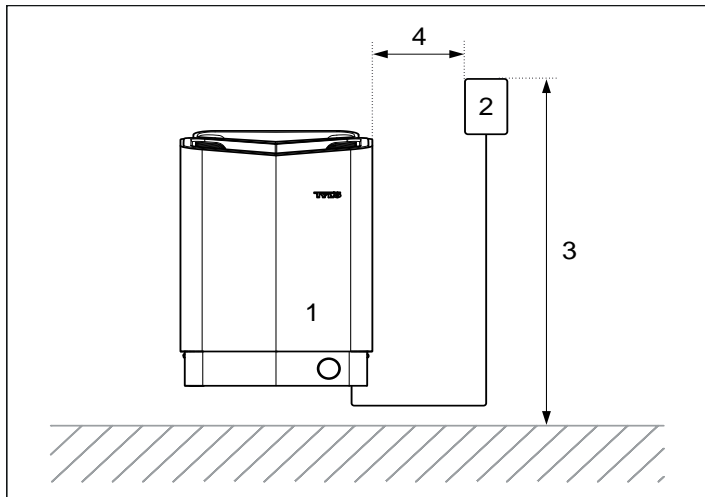

Afbeelding 5: Plaatsing van de kachel - installatie in een nis
- Plaats de kachel op dezelfde wand als waarin zich de deur bevindt (of op de zijwand als deze zich zeer dicht bij de deurwand bevindt). De kachel mag ook in een nis worden geplaatst (zie afbeelding 5).
1. Plaats de kachel op veilige afstand van de vloer, zijwanden en binneninrichting (zie afbeelding 5).
2. Plaats de sensor zoals in de afbeelding is aangegeven (zie afbeelding 5).